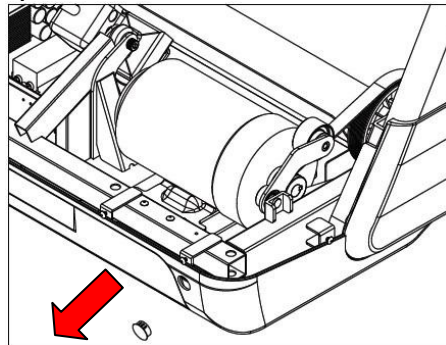

Abb. 4.3.2
- 3) Entfernen Sie nun die runde Abdeckung wie in Abb. 4.3.2 dargestellt.